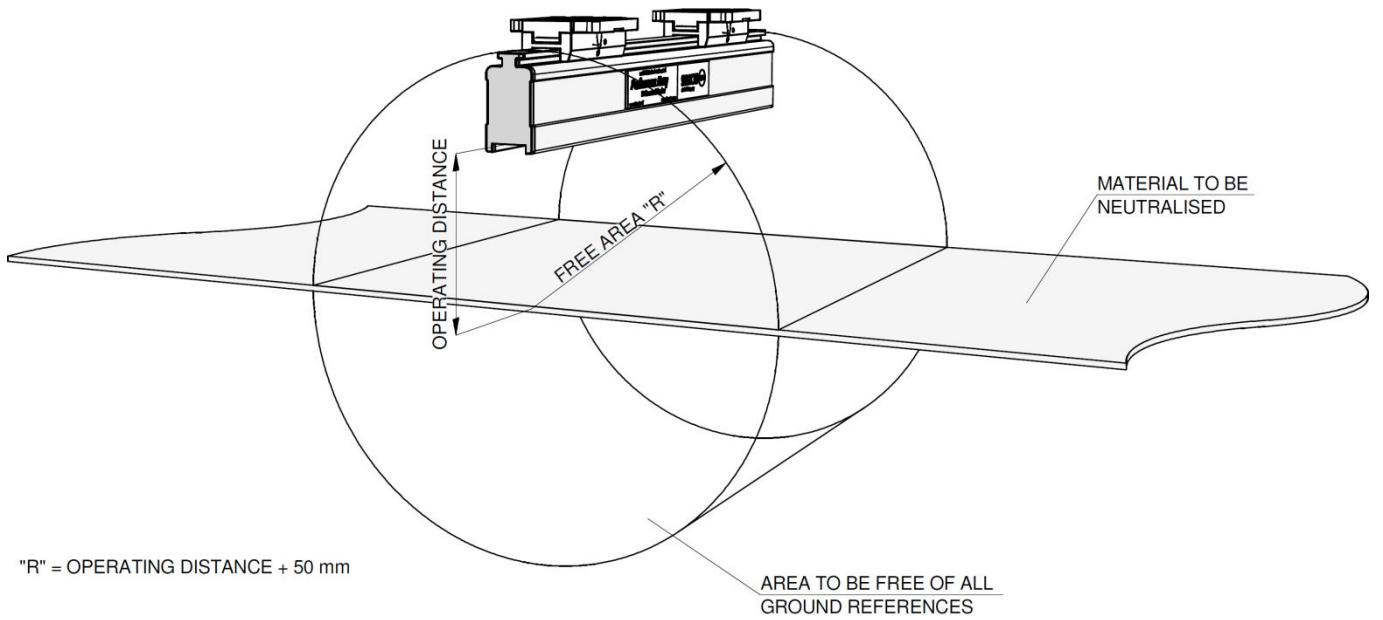

Abbildung 3: Optimale Position EasION IQ 4.0
- **Um ein optimales Ergebnis zu erzielen, muss der Ionensprühstab gemäß Abbildung 3 montiert werden.**